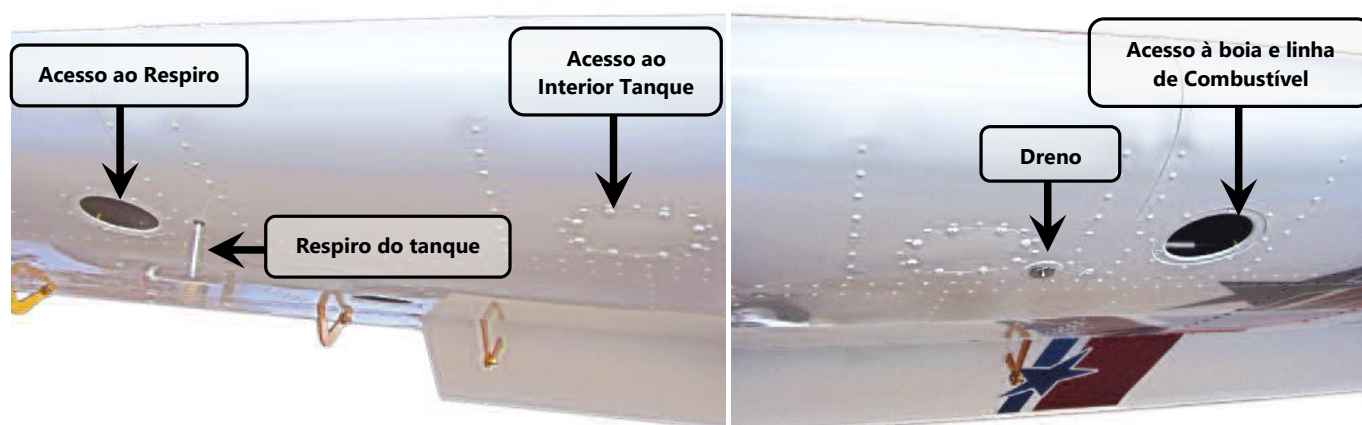
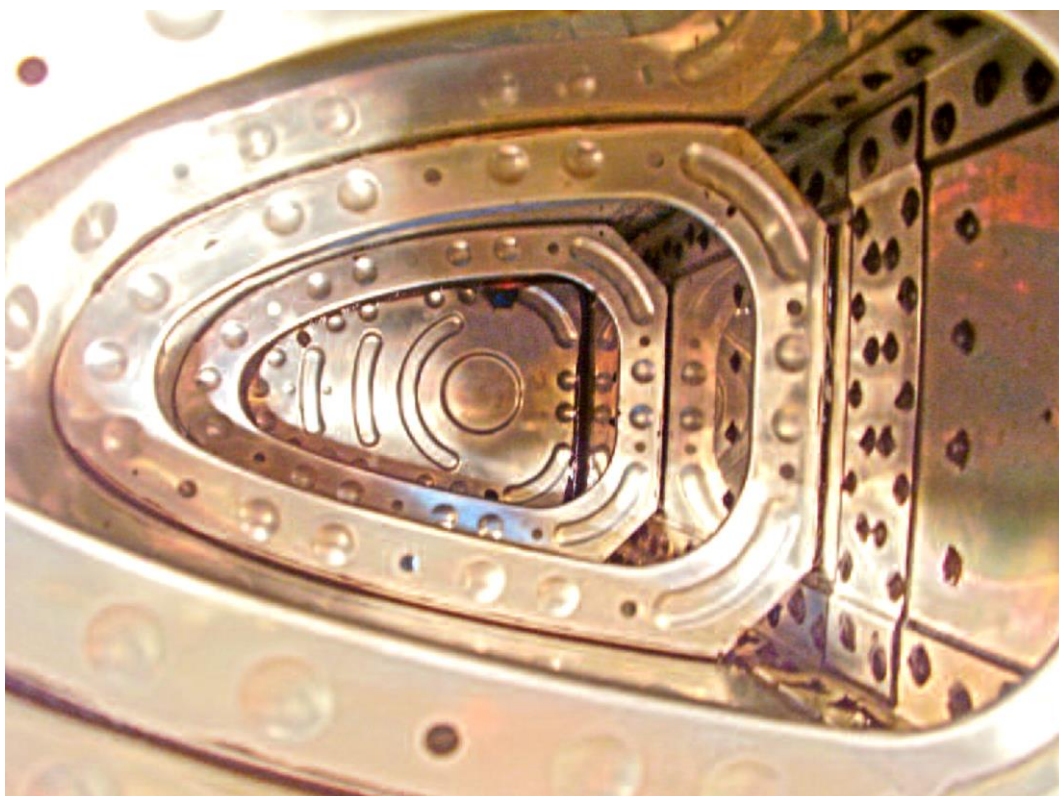
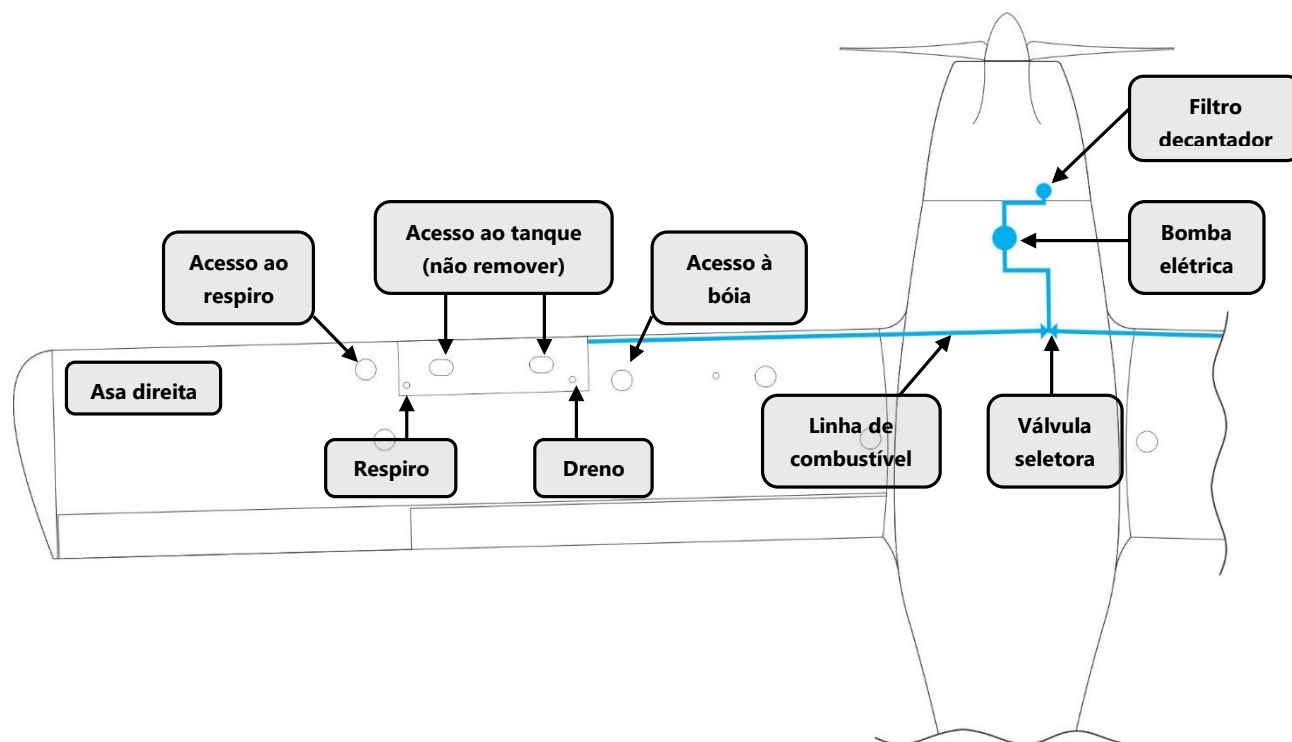
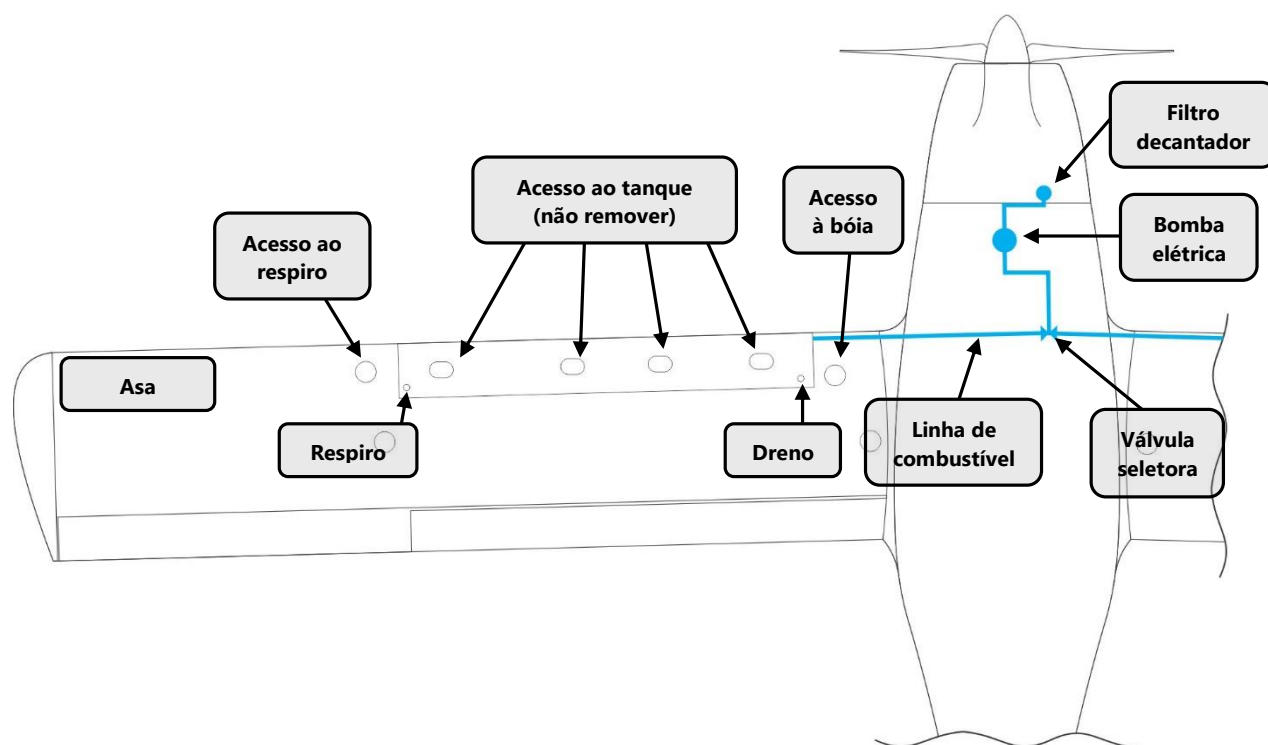

Figura 28.10.3 – Detalhes do Tanque de Combustível (ver figura 28.10.1)
Figura 28.10.4 – Vista interna do tanque de combustível
Figura 28.10.5 - Janelas de inspeção do sistema de combustível (tanque com capacidade de 94 Lt). Imagem fora de escala.
Figura 28.10.6 - Janelas de inspeção do sistema de combustível (tanque com capacidade de 140 Lt). Imagem fora de escala.
1. Inspecionar o respiro de ambos os tanques de combustível localizados no intradorso, verificando se não há obstrução, conforme figura 28.10.5 e figura 28.10.3, a cada reabastecimento;
Os tanques de combustível, com 47, e 70 litros de capacidade cada tanque (94, e 140 litros no total, respectivamente), estão localizados no bordo de ataque da asa, esquerda e direita, conforme figura 28.10.1 à figura 28.10.3. Sua distância em relação à fuselagem depende da configuração escolhida de tanque.
O dreno, figura 28.10.3, localiza-se no intradorso do tanque próximo ao pescador, sendo este protegido por uma tela, com pequeno espaçamento em relação ao fundo, gerando o espaço de "sump" conforme requisito usado na base de projeto.
O interior do tanque de combustível (figura 28.10.4) é integrado à estrutura da asa. Possui vedação com PRC (PR-1422-B2) e o acesso é possibilitado pelas janelas ovais de inspeção, também devidamente vedadas, mostradas na figura 28.10.3. Estas janelas ovais não deverão ser removidas.
Inspeccionar as janelas de inspeção do sistema de combustível, mostradas na figura 28.10.5 ou figura 28.10.6, e a região do tanque de combustível quanto a vazamentos a cada pré-vôo. Essa inspeção deve ser visual e externa.
1. Abrir a janela de inspeção que dá acesso ao respiro (ver diagramas da figura 28.10.5 ou figura 28.10.6), conforme procedimento descrito no capítulo 57.10.6-Janelas de Inspeção.